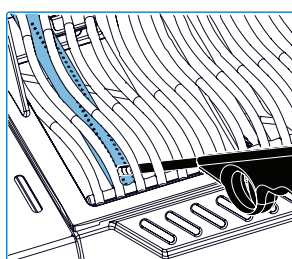
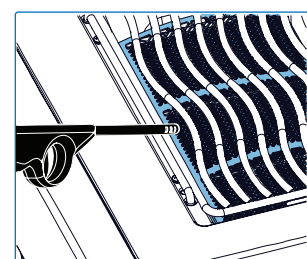

Fig. 11
Fig. 12
4. Si la veilleuse et le brûleur ne s'allument pas en 5 secondes – tournez le bouton de commande dans le sens horaire jusqu'à la position ARRÊT. Attendez 5 minutes que le gaz se dissipe. Répétez les étapes 2 et 3, ou consultez les « Instructions d'allumage alternatives » ci-dessous (**Fig. 11, Fig. 12**).
1. Ouvrez le couvercle du brûleur/gril (**Fig. 11, Fig. 12**)